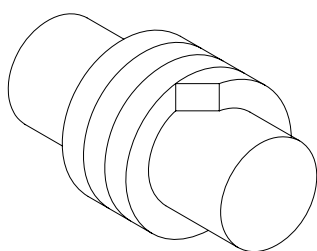

Figure 7.1
Avant d'introduire la étoupe neuve, vérifier l'état de la surface de l'arbre (05) et de sa boîte bourrage (36). La finition de surface de l'arbre doit être polie. Couper les bagues à la longueur nécessaire avec un angle de 45° comme indiqué sur la figure 7.1. Vérifier que les découpes coïncident sur l'arbre. Ouvrir les bagues avec précautions (figure 7.2) pour permettre le passage de l'arbre en les plaçant une par une. Introduire d'abord le joint puis les pousser jusqu'au bout.